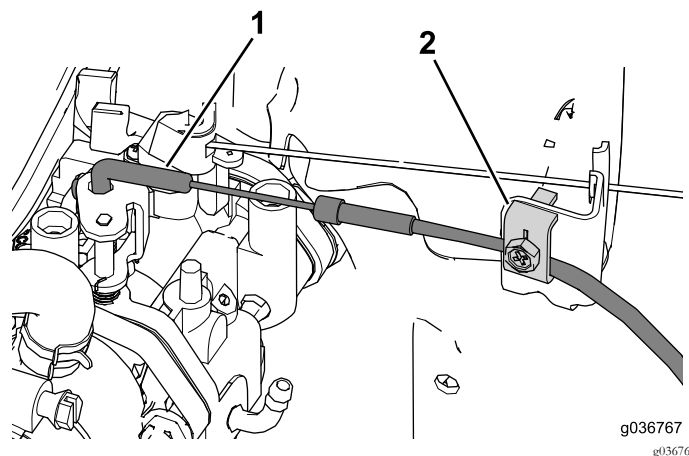

Figura 34
2. Inserte la curva del extremo del cable del acelerador en el conjunto del estérter (Figura 34).
3. Utilice la abrazadera para fijar la posición del cable del estérter (Figura 34).